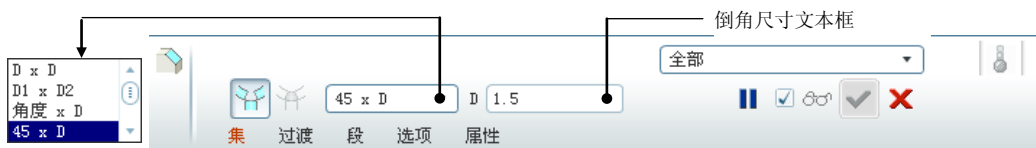

图 5.12.5 倒角特征操控板
Step1. 选择下拉菜单  **插入(I)** →  **倒角(M)** →  **边倒角(E)...** 命令，系统弹出图 5.12.5
说明：如图 5.12.5 所示，倒角有如下几种方案：